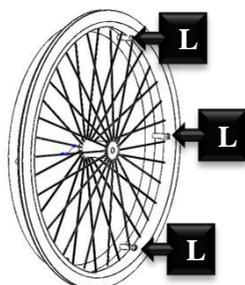

Figura 47
Para substituir o aro de impulsão desaparafuse completamente os seis parafusos (L) mostrados na Figura 47 com uma chave de fenda de cruz PH2 e depois do aro de impulsão ter sido substituído certifique-se de que apertar os parafusos corretamente.